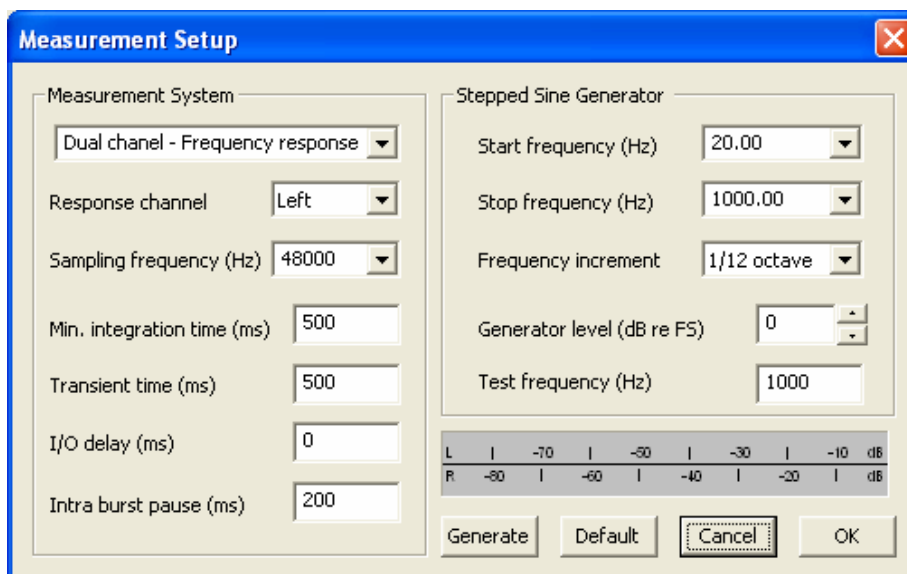

Imagen 5.3a: Menú "Measurement Setup" en STEPS
- Seleccione el modo de medición **‘Dual channel – Frequency Response’** (Imagen 5.3a)